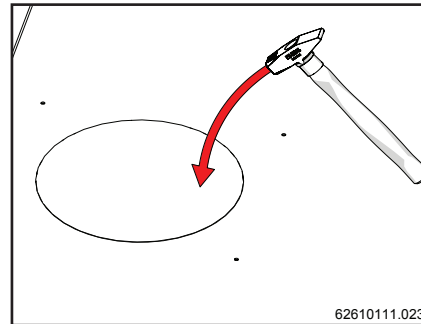
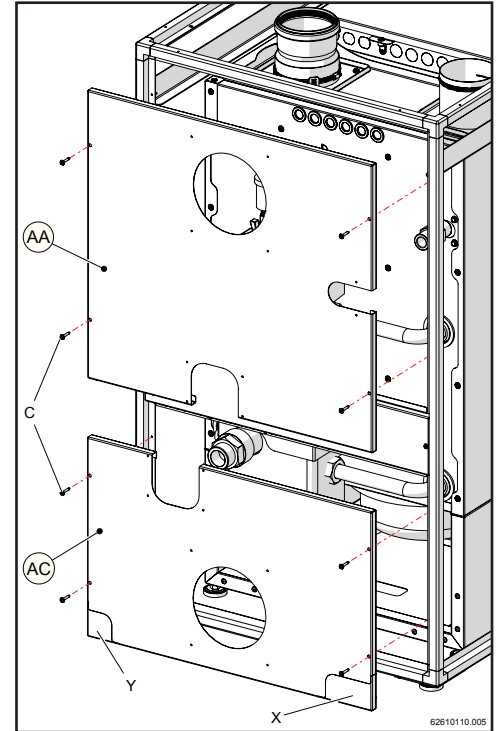

Figure 13-17
Figure 13-19
- 9.- Positionner les couvertures (AA) et (AC) dans le sens indiqué sur la figure 13-19 et les fixer à la structure avec les vis « C » ; en retirant précédemment les disques prédécoupés présents (figures 13-17 et 13-18). Il est également possible, selon le type de système électrique et d'élimination des condensats présent sur le lieu d'installation de l'appareil, de retirer les disques prédécoupés « X » et « Y » présents sur la tôle (AC) indiqués sur la figure 13-19.